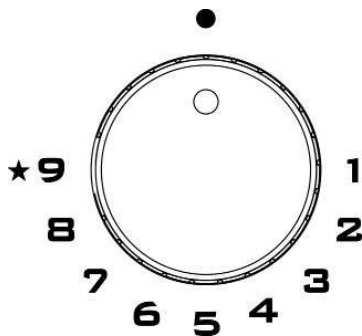

рис. 17
Натисніть і поверніть вліво відповідну ручку, встановивши її в положення «Максимум» (положення 9, рис. 17), потім натисніть на ручку. Плита оснащена ручками з 9-ступеневим регулюванням величини полум'я: з кожним натисканням полум'я зменшується, положення 1 - найменше полум'я.
Запалювання пальників із захистом від витоку газу Ручку пальника із захистом від витоку газу слід повернути вліво, встановивши її в положення «Максимум» (позиція 9, рис. 17), доки вона не зупиниться. Тепер натисніть відповідну ручку і повторіть раніше зазначені дії. Коли пальник запалиться, утримуйте ручку натиснутою протягом приблизно 10 секунд. Потім дійте відповідно до наведених вище вказівок. Потім дійте відповідно до наведених вище вказівок.
- Після закипання встановіть ручку в положення «Мінімум» (позиція 9, рис. 17).
- Пальники з пристроєм захисту від згасання полум'я можна запалювати тільки тоді, коли відповідний регулятор встановлено в положення повного ввімкнення (позиція 9, рис. 17).
- Увімкніть пальник і встановіть ручку в положення «Мінімум» (малий полум'я, рис. 17).